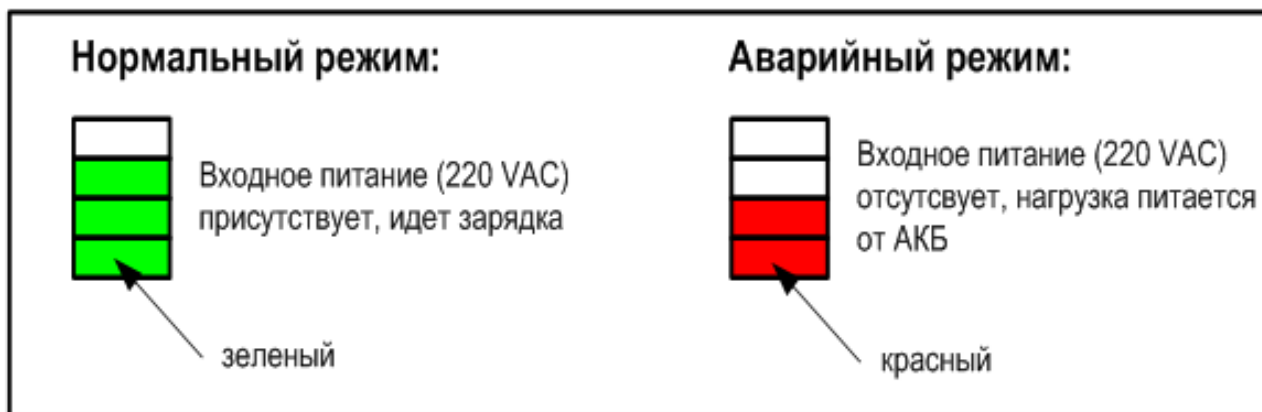

Рисунок 3 – Цветовые состояния сегментов индикации БПП
– при работе от первичной сети БПП обеспечивает автоматический заряд встроенной аккумуляторной батареи (далее – АКБ), при этом уровень заряженности батареи отображается на встроенном четырехсегментном светодиодном индикаторе, см. рисунок 3;
Встроенный четырехсегментный светодиодный индикатор расположен на верхней крышке изделия. Количество светящихся сегментов на индикаторе, показывает уровень заряда аккумуляторной батареи см. рисунок 3 и таблицу 5.